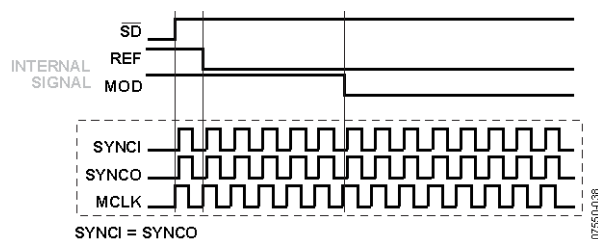

図 38.SYNCI = SYNCO
- SYNCI = SYNCO。SYNCO は、SYNCI の遅延されたクロック信号になります(図 38 参照)。